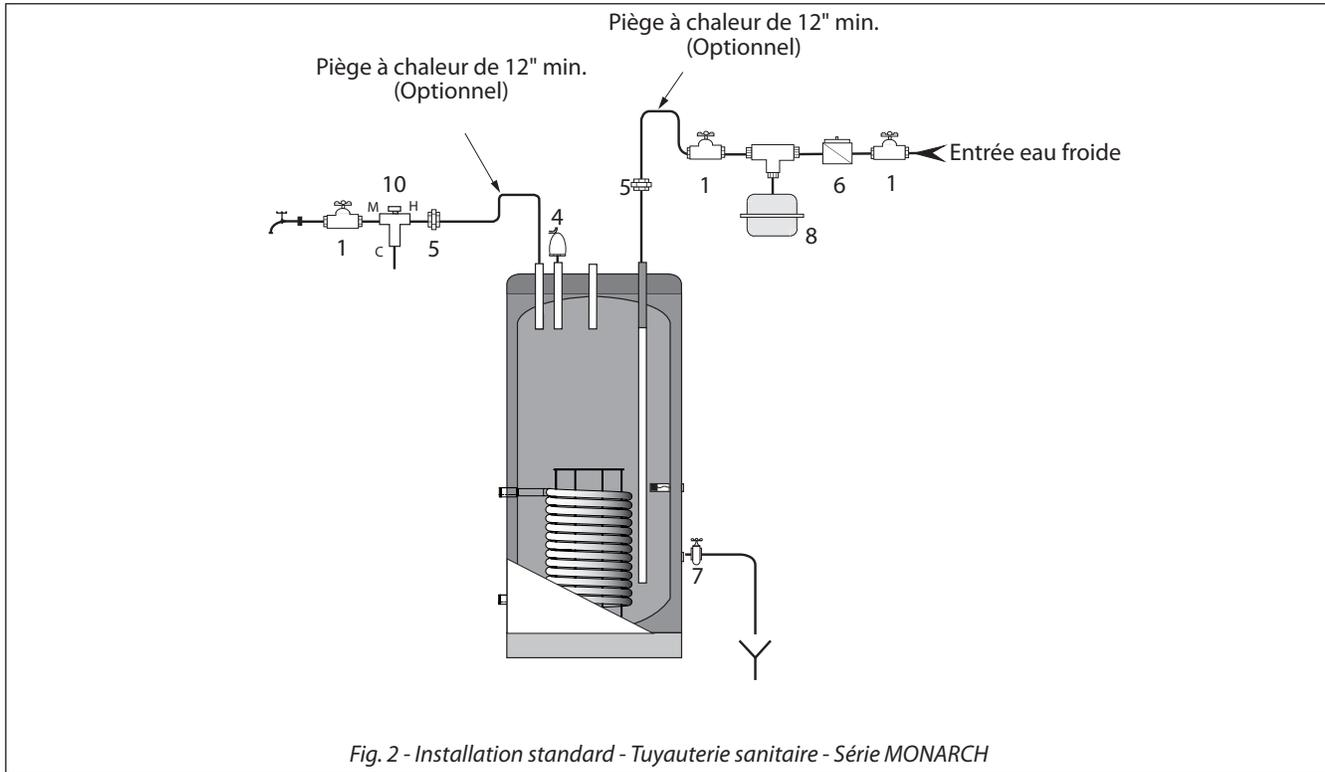

Fig. 2 - Installation standard - Tuyauterie sanitaire - Série MONARCH
Installez la soupape de sûreté T&P dans le raccord T&P situé sur le dessus du chauffe-eau (voir «Fig. 2» à la page 8).
- Installez le robinet de vidange sur le raccord de vidange (voir «*Fig. 2*» à la *page 8*).
- Pour le schéma de la tuyauterie d'eau sanitaire, se référer aux «*Fig. 2*» à la *page 8* et «*Fig. 3*» à la *page 8*.